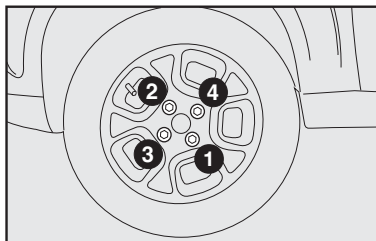

fig. 9
**12)** Apriete a fondo los tornillos, pasando de un tornillo al otro diametralmente opuesto siguiendo el orden ilustrado en la **fig. 9**.